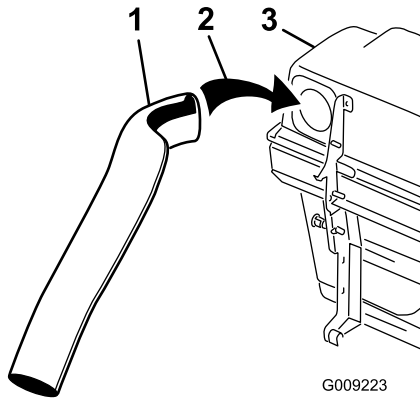
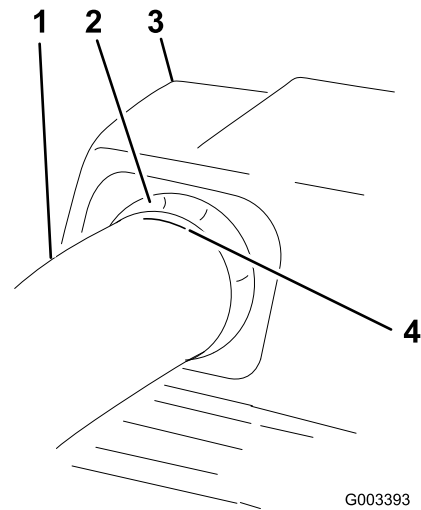

Figura 22
Figura 24
5. Instale el tubo superior en la apertura del ensacador y vuelva a retirarlo de manera que sobresalga el sello de goma (Figura 22 y Figura 24).
7. Una vez que obtenga la medida de 19 mm, marque el tubo superior en el exterior, en el punto donde sobresale el sello de goma. Esta marca asegura la posición correcta del tubo superior al realizar los taladros y unir los tubos superior e inferior (Figura 24).